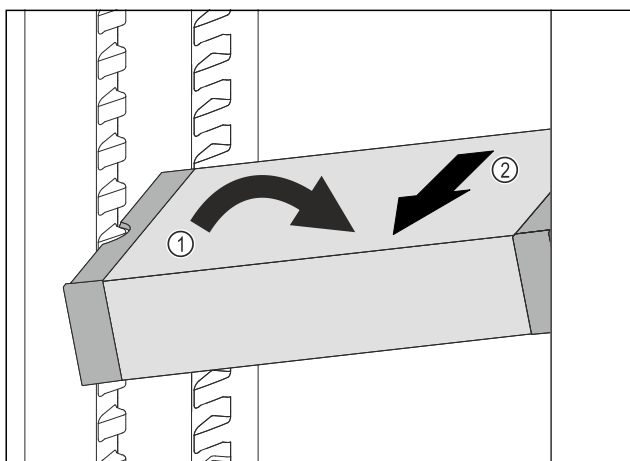

Fig. 223
- VarioSafe im Kühlteil schräg stellen. Fig. 223 (1)
- VarioSafe nach vorne entnehmen. Fig. 223 (2)